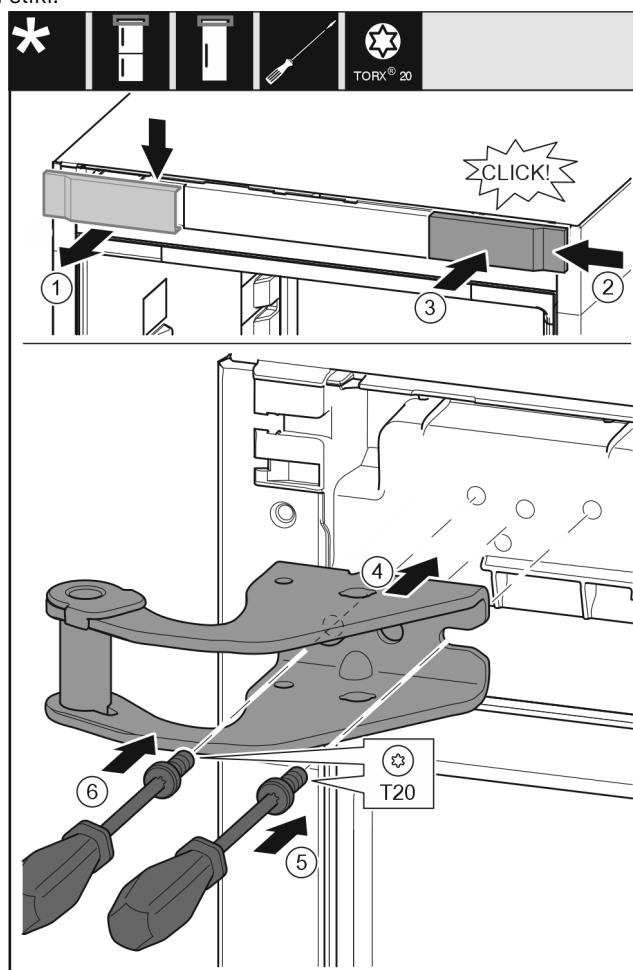

Fig. 31
- Pokrov snemite od zgoraj v smeri naprej. Fig. 31 (1)
- Pokrov, obrnjen za 180°, namestite na drugi strani z desne strani. Fig. 31 (2)
- Zataknite pokrov. Fig. 31 (3)
- Pristavite zgornji ležajni podstavek. Fig. 31 (4)
- Vijak vstavite z izvijačem T20 in ga zategnite. Fig. 31 (5)
- Vijak vstavite z izvijačem T20 in ga zategnite. Fig. 31 (6)